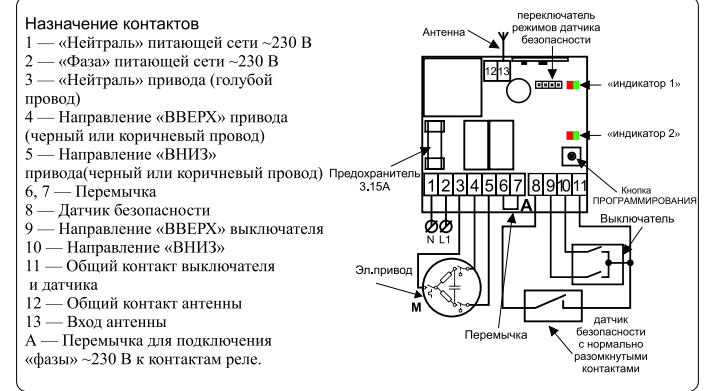

Рисунок 4. Типовая схема подключения
- Ознакомиться со стандартной схемой подключения (см. рис. 4).
- Подключить датчик к контактам 8 и 11 (см. рис. 4, рис. 6).